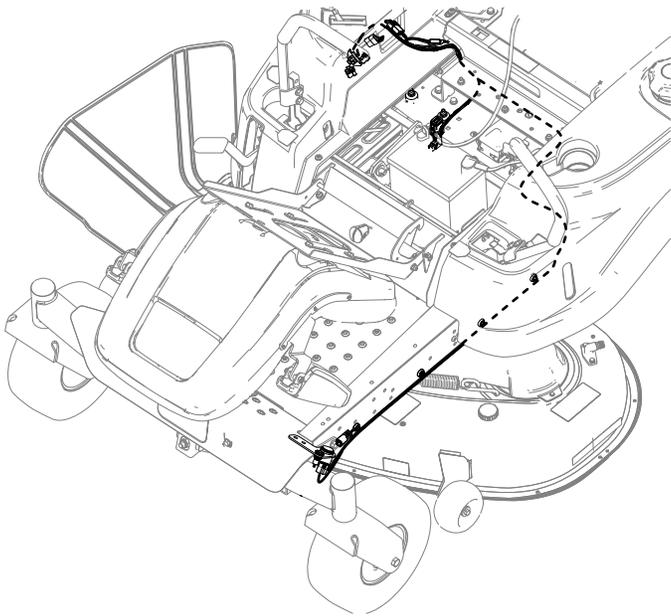

Figura 13
1. Enrute el arnés de cables por debajo del travesaño, por debajo del depósito de combustible, y por el larguero izquierdo del bastidor hasta el soporte (Figura 13). Utilice los imanes para sujetar el arnés de cables a la máquina, lejos de las piezas en movimiento.